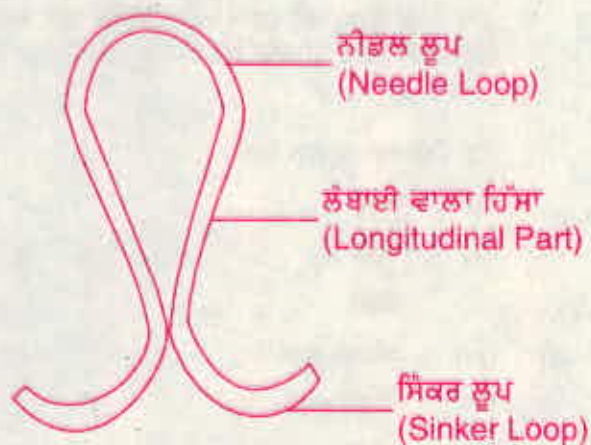

Fig. 2.1
**4. Knitted Stitch :** ਇਕ ਧਾਗੇ ਨੂੰ Looping elements ਦੀ ਮਦਦ ਨਾਲ ਕੁੰਡੇ (loop) ਦੀ ਸ਼ਕਲ ਵਿਚ ਬਦਲਣ ਨੂੰ Stitch ਕਿਹਾ ਜਾਂਦਾ ਹੈ। ਇਸ ਦੇ ਤਿੰਨ ਭਾਗ (Fig. 2.1) ਹੁੰਦੇ ਹਨ।